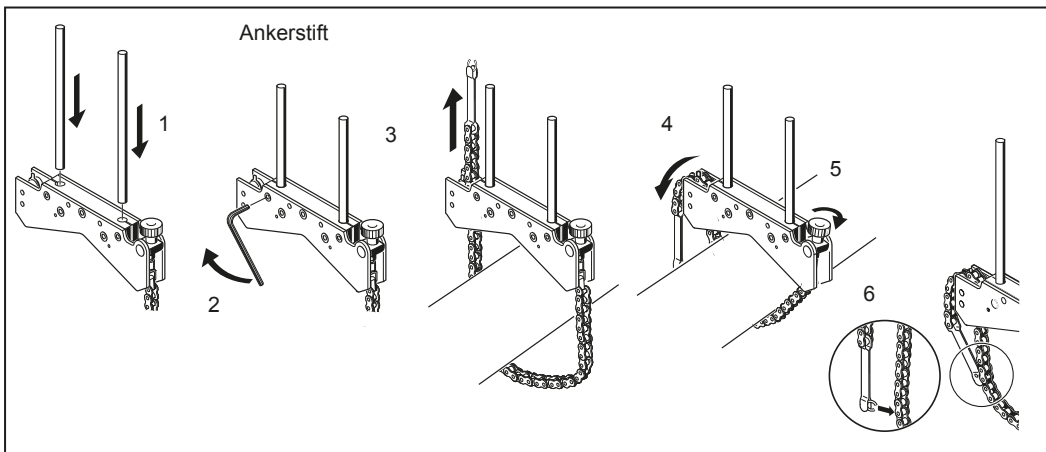

Abbildung 7-1. Schrittweise Montage der Spannvorrichtung
3. Setzen Sie nun die Spannvorrichtung auf die Welle oder die Kupplung. Legen Sie die Kette um die Welle und führen Sie sie auf der anderen Seite in die Spannvorrichtung ein: Ist die Welle kleiner als die Breite der Spannvorrichtung, führen Sie die Kette wie in Abbildung 7-1 dargestellt von innen in die Spannvorrichtung ein. Ist die Welle größer als die Breite der Spannvorrichtung, führen Sie die Kette von außen in die Spannvorrichtung ein.